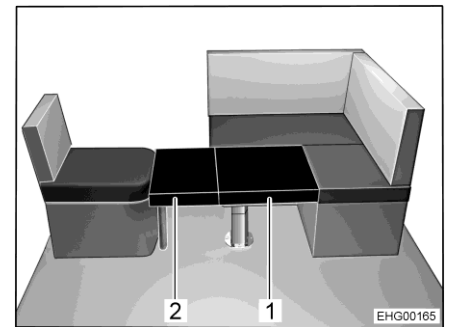
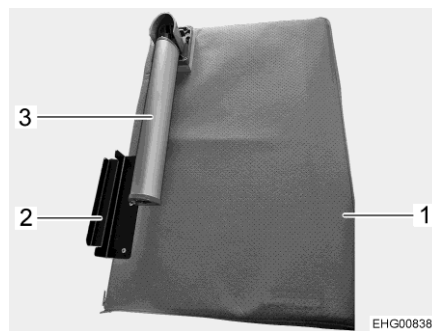

Fig. 121 Dopo la trasformazione
Fig. 122 Tavola aggiuntiva
- Estrarre il supporto per i piedi (Fig. 122,3) dalla tavola aggiuntiva (Fig. 122,1).
- Agganciare gli angoli di supporto (Fig. 122,2) della tavola aggiuntiva al sedile singolo e appoggiare il cuscino aggiuntivo (Fig. 121,2) sul piano del tavolo.
- Posare il secondo cuscino aggiuntivo (Fig. 121,1) sul piano del tavolo.